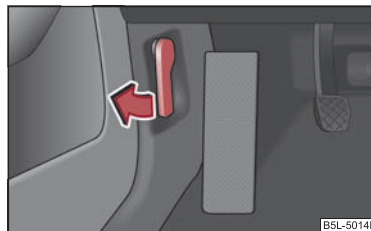

Fig. 12 Maneta de deblocare a capotei motorului
- Trageți maneta de deblocare de sub bord, pe partea șoferului ⇒ fig. 12. ▶